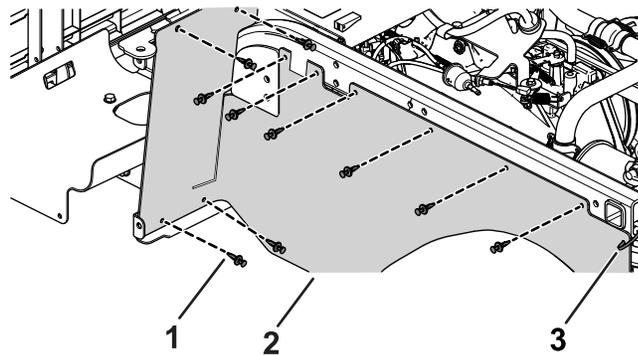

図 23
2. 先ほど外したプラスチック製リベット各10とケーブルタイを使用して、ゴムカバーを取り付けます 図 23。